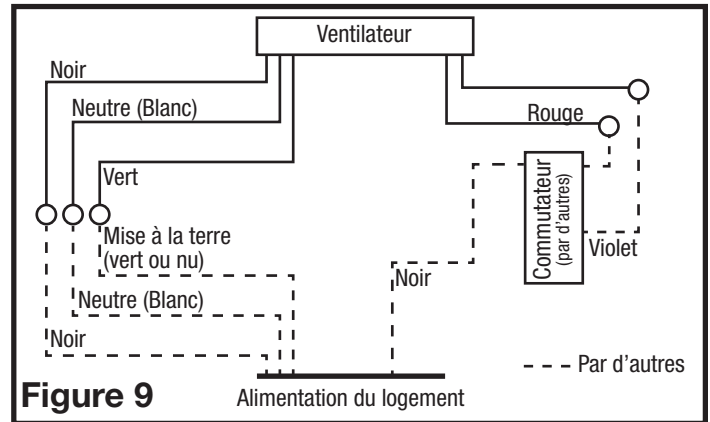

Figure 9
3. Pour les ventilateurs à deux vitesses, raccordés pour une ventilation continue, connectez le fil blanc du ventilateur au fil blanc (neutre) de la source d'alimentation. Connectez le fil de terre de la maison au fil vert du boîtier du ventilateur. Connectez le fil noir du ventilateur au fil noir (chaud) de la source d'alimentation. Le ventilateur fonctionnera à faible vitesse, en continu, et augmentera à haute vitesse lorsqu'un mouvement est détecté. Utilisez un interrupteur à standard, correctement mis à terre (non inclus) pour relier le fil noir de la source d'alimentation de l'interrupteur. Connectez le fil rouge (lumière) du boîtier du ventilateur à l'autre côté de l'interrupteur du haut et connectez le fil violet (veilleuse) du boîtier du ventilateur à l'autre côté de l'interrupteur du bas. Un interrupteur à commande manuelle (non inclus) peut être utilisé pour éteindre manuellement le ventilateur (Figure 9).